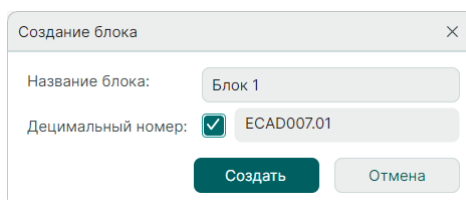

Рис. 247 Окно «Создание блока»
3. На экране отобразится окно «Создание блока», см. Рис. 247. В поле «Название блока» необходимо задать имя блока.